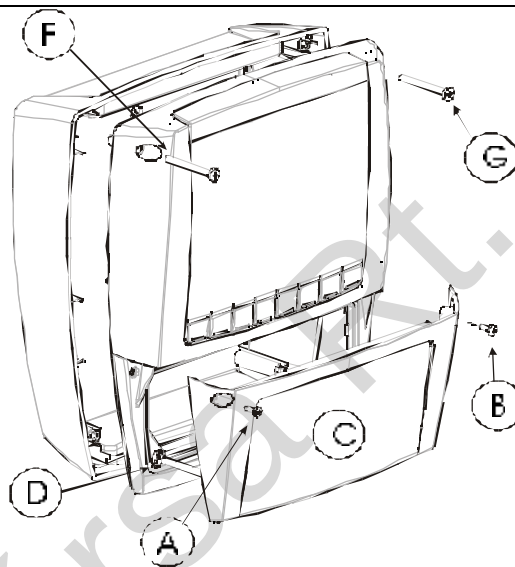

FIG. 2
8. Avezetékek bekötése után helyezze vissza a burkolatot (Fig. 2, c) és rögzítse a csavarokkal.